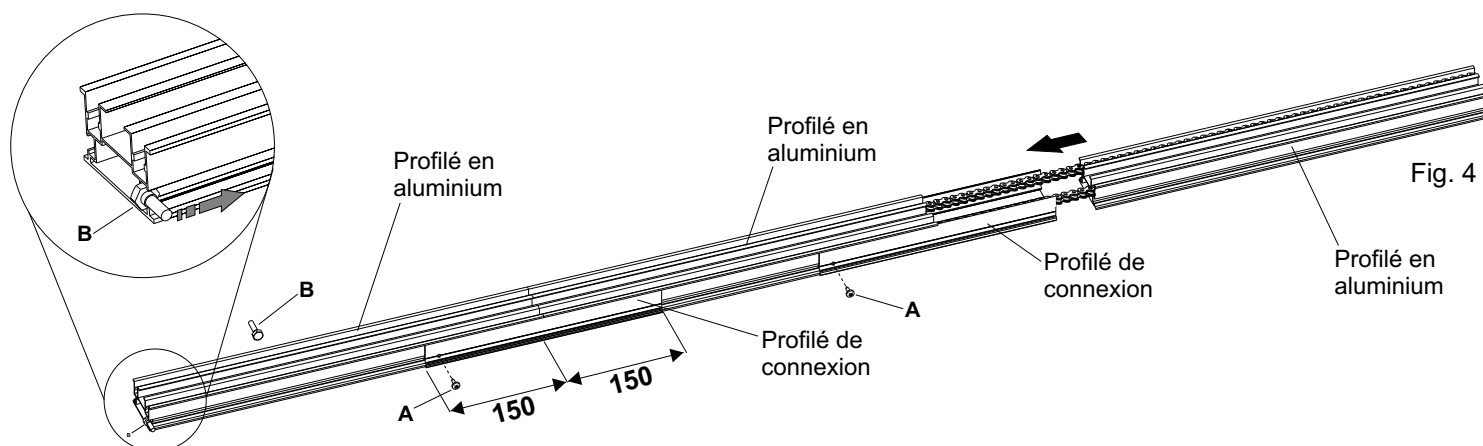
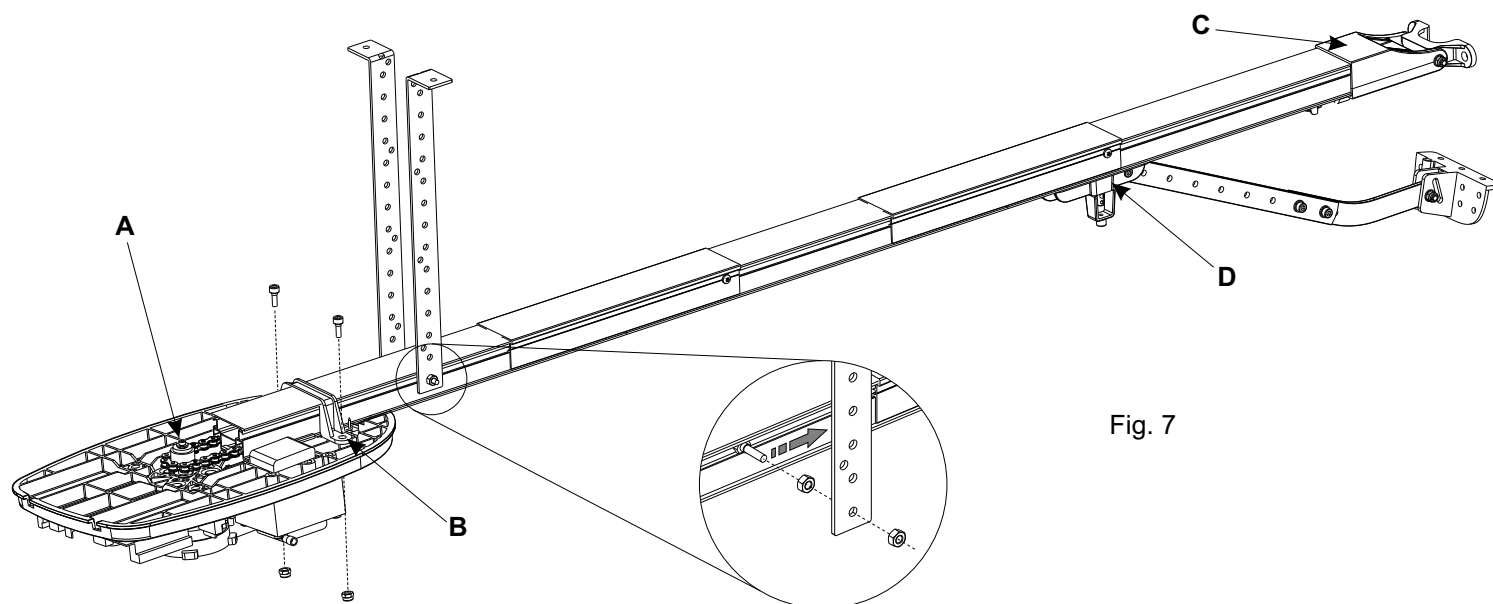

Fig. 4
Fig. 7
- Insérer le profilé de connexion dans le profilé en aluminium pour la moitié de son longueur (150 mm) et fixer le avec la vis **A**. (Fig. 4).
- Insérer les deux écrous **(B)** fournis dans les fentes des profilés en aluminium (Fig. 4)
NOTA: Dans Fig. 4 il y a une couple de vis insérée dans les fentes qui servira pour fixer le CORONA au plafond à l'aide des brides spéciales. (Voir Fig. 7).
- S'assurer que la chaîne est bien insérée sur le pignon du corps Corona S. (Fig. 7 - A)
- Porter à la battue la guide sur le corps Corona S et fixer la avec la bride spéciale. (Fig. 7 - B)
- Fixer sur l'autre extrémité de la guide le support de la jonction antérieure. (Fig. 7 - C)
Important: Il faut tenir toujours bien lubrifiée la chaîne et le support d'écurement (Fig. 7 - D).